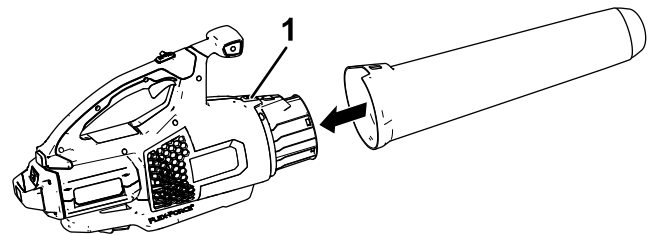

Figura 3
2. Deslice el tubo del soplador sobre la carcasa del soplador. Puede ser necesario presionar hacia abajo sobre el cierre del tubo para que el tubo del soplador encaje en su sitio (Figura 3).
3. Sujete la empuñadura e introduzca la batería en la empuñadura hasta que el cierre se bloquee en su sitio (Figura 3).